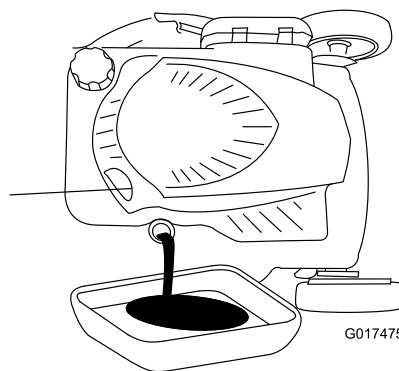

Figura 34
3. Coloque la máquina de lado con la varilla de aceite hacia abajo para drenar el aceite usado a través del tubo de llenado de aceite (Figura 34).